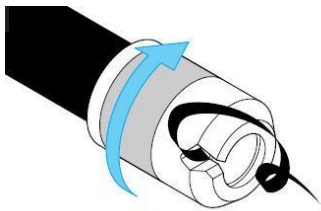

Bild 1
1. Rohr mit Anstrichhülse von Hawle Nr. 6000 oder mit gleichwertigem Produkt anstrichen (siehe Bild 1)